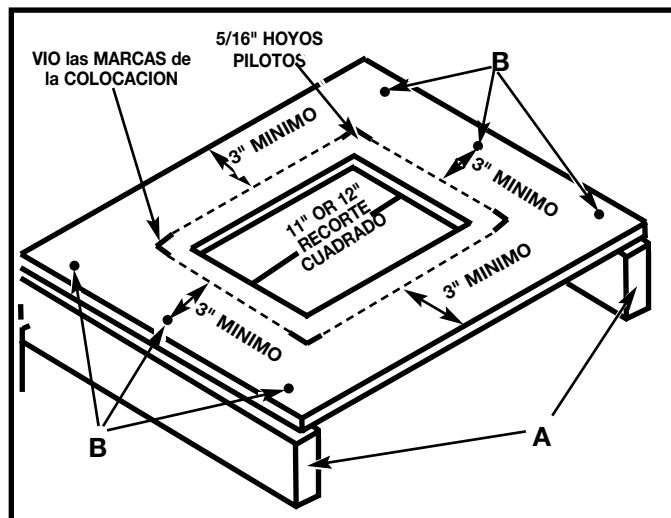

Fig. 4B
Usted puede construir también un apoyo elevado sencillo, como mostrado en el Fig. 4B.
Cuadre el vio en la superficie secundaria y marca la ubicación para cuatro 5/16 hoyos de pulgada para ser taladrada (Fig. 4B).
Ponga el vio aparte y entonces taladra hoyos en estas marcas. Localice y marque un 11 o 12 cuadrado de pulgada centrado entre los cuatro hoyos que monta. Recorte y quite el cuadrado (Fig. 4B).
de la superficie secundaria. Conecte la superficie secundaria a las orillas estrechas del 2x4s (como mostrado en el Fig. 4B) utilizando los tornillos de madera (no proporcionado) en por lo menos tres Fig. 4B de lugares (B) en cada lado.